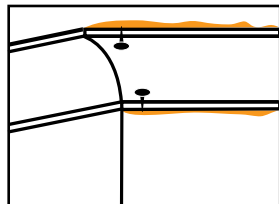

图 14
- 将檐口按压到位，如有必要，在沿着檐口边缘的墙壁和吊顶上挂上临时钉[图 14]